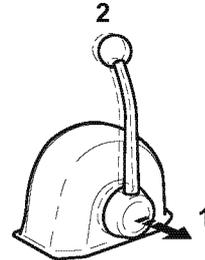

Abbildung 23
Wird der Hebel herausgezogen (**Abbildung 23, (1)**), kann die Motordrehzahl ohne Betätigung der Kupplung gesteuert werden. Die Kupplung bleibt auf der NEUTRAL- bzw. Keine-Last-Position. Drehen Sie den Knauf (**Abbildung 23, (2)**) entgegen dem Uhrzeigersinn, um den Hebel zu bewegen, oder im Uhrzeigersinn, um den Hebel zu arretieren.